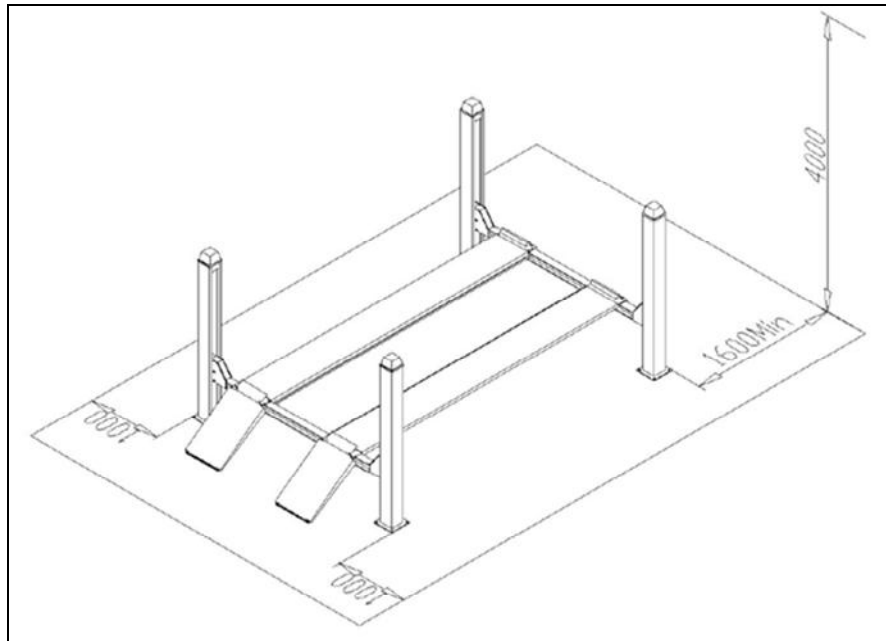

Рис. 2. Размеры площадки для установки подъемника
4.1.2 Размеры площадки (см. рис. 2), необходимой для установки подъемника, должны быть не менее 5,5 x 8 м.
4.1.4 Основание, на котором будет размещаться подъемник должно быть ровным и допускать удельную нагрузку не менее 3000 кг/м^2 . Фундамент должен быть сплошным толщиной не менее 300 мм из бетона марки не ниже М200 ГОСТ 7473-94. Толщина покрытия пола (плитка, панели, и т. п.) должна быть не более 50 мм. Ориентировочные размеры места установки подъемника указаны на рис. 2а.
Рис. 2а. Установочные размеры подъёмника